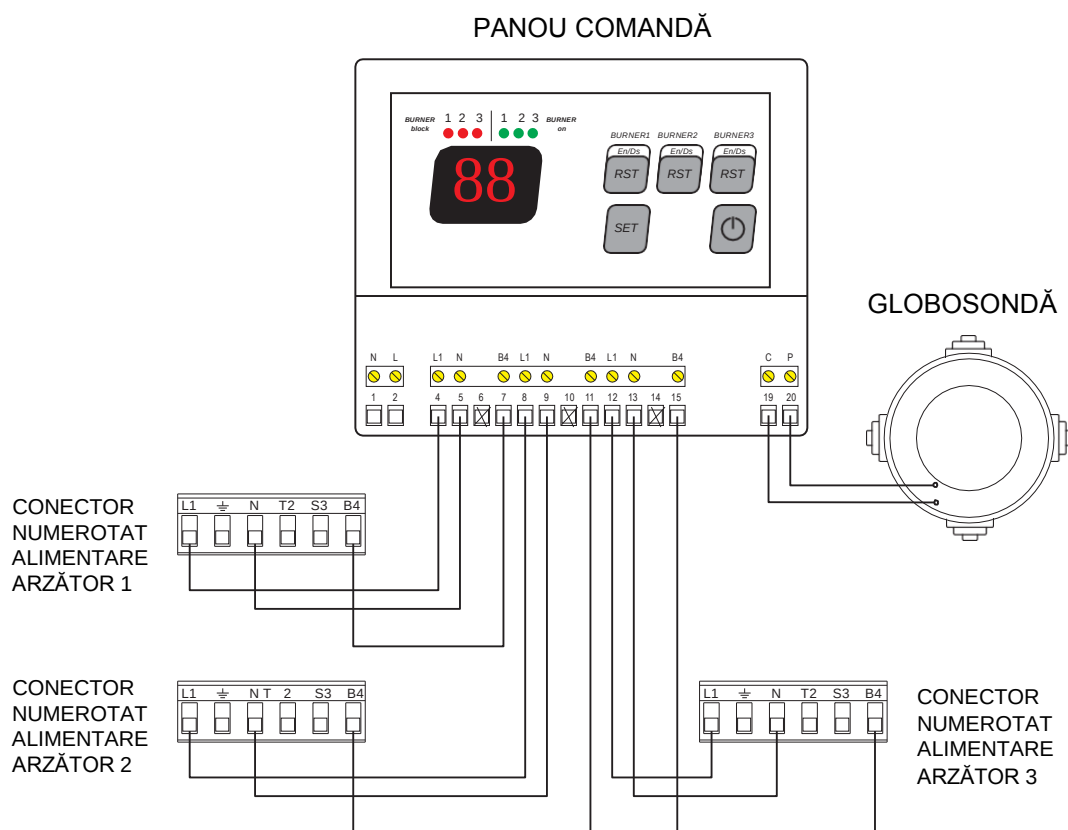

Fig. 7.11 Detalii pentru conexiunea electrică între panoul SLIM pentru 3 echipamente Infra
- 8) Panou de comandă seria SLIM (vedi fig. 7.11)
- 5) Sonda de temperatura (de la 1 până la 4 în funcție de tipul de panou) (5)
- 7) Panou de comandă seria INET (vedi fig. 7.11)